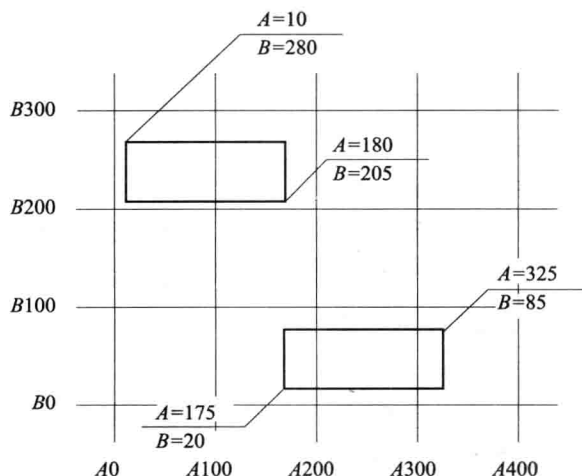

图 1-3 建筑坐标定位示意图
② 建筑坐标。建筑坐标就是将建设地区的某一点定为“0”, 采用 $100\text{m} \times 100\text{m}$ 或 $50\text{m} \times 50\text{m}$ 的方格网, 沿建筑物主轴方向用细实线画成方格网。垂直方向为 A 轴, 水平方向为 B 轴, 如图 1-3 所示。